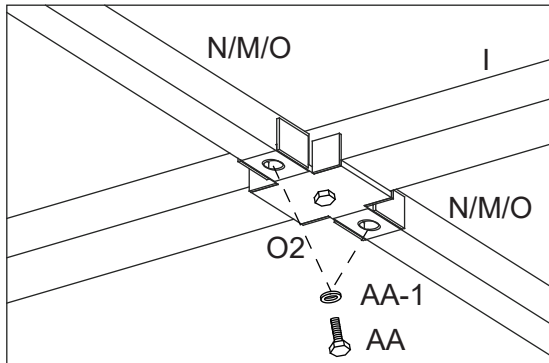

Figure 14-3
- 14.3. Attacher les supports de toit principaux horizontaux (N, M et O) au connecteur (O2) à l'aide de boulons (AA) et de rondelles (AA-1). Voir la figure 14-3.